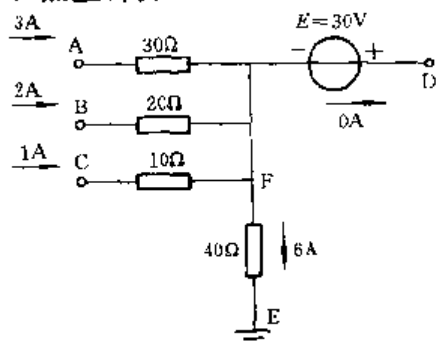

图 1-2
6. 图 1-2 中各电阻的数值以及电流的大小和方向皆标注在图中, 若 $\varphi_E = 0\text{V}$, 试求 U_{AE} 、 U_{BE} 、 U_{CE} 、 U_{AD} 、 U_{BD} 、 U_{CD} 各为多少伏?